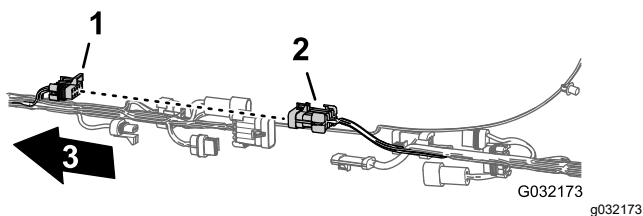
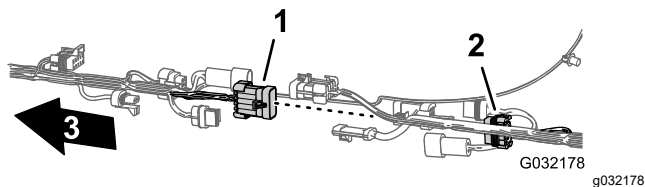

Figura 8
Figura 13
2. Desconecte los 6 pares de conectores que unen los arneses de cables delantero y trasero, según se muestra en la Figura 8 hasta la Figura 13.